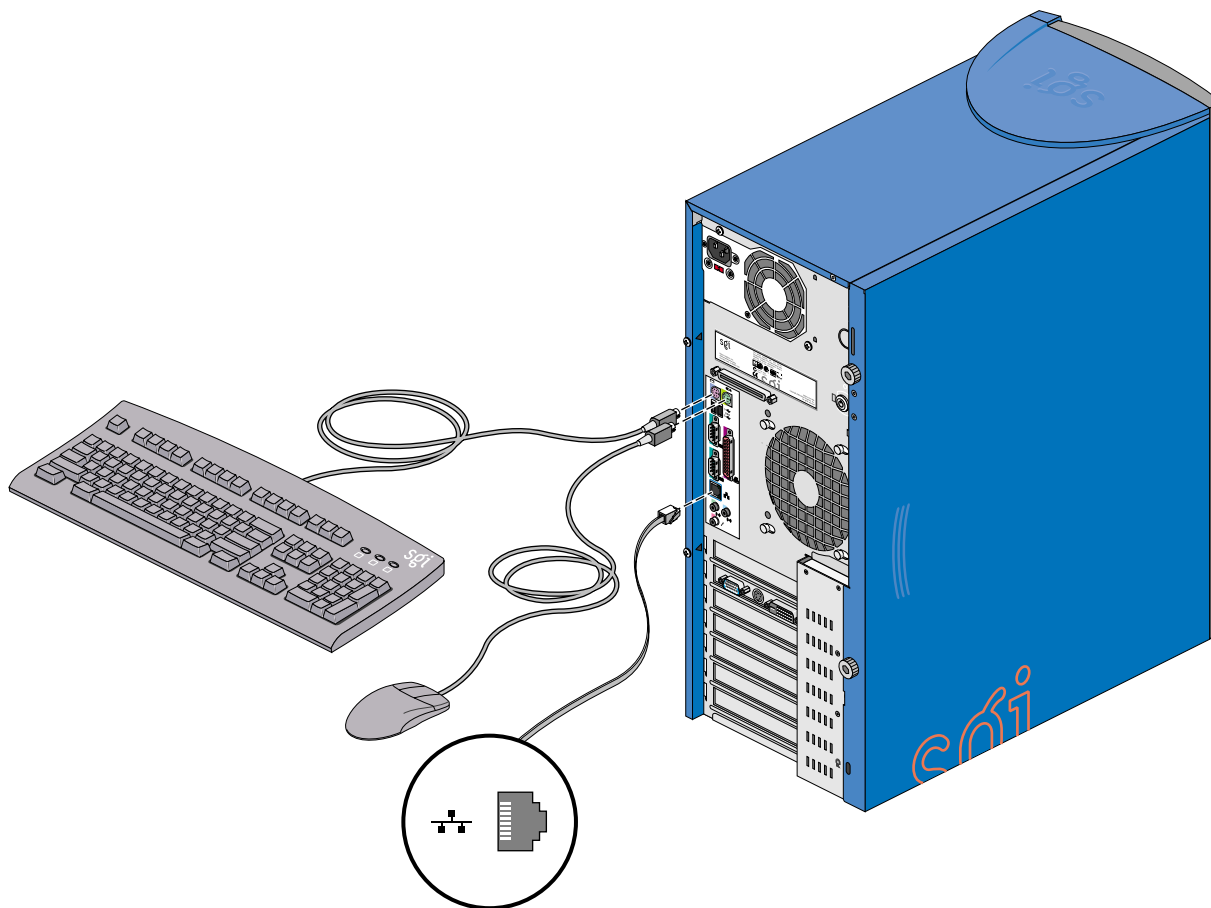

図 1-7 キーボード、マウス、Ethernetケーブルの接続
2. 図1-7に示すように、キーボードとマウスをシステムに接続します。
3. 図1-7に示すように、Ethernet ケーブルをシステムに接続します。搭載されている Ethernet ポートは、10-Base-T Ethernet ネットワーク、または 100-Base-TX Ethernet ネットワークで使用するために設計されており、適切な速度に自動的に切り替わります。